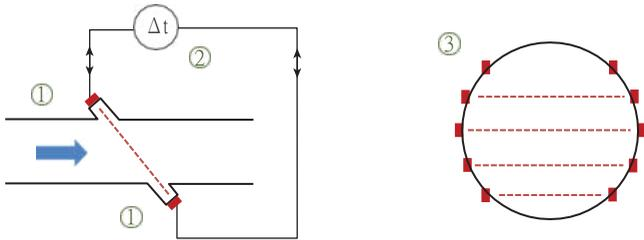

Рисунок 2.5
измеряется (2) (рисунок 2.5). Если импульс движется вверх и вниз по течению, его можно измерить дважды и сравнить. Различия во времени могут быть переведены в размер потока. Средняя скорость потока по звуковому тракту измеряется автоматически, но для получения среднего значения по всей площади трубы необходимо использовать несколько пар датчиков (3).